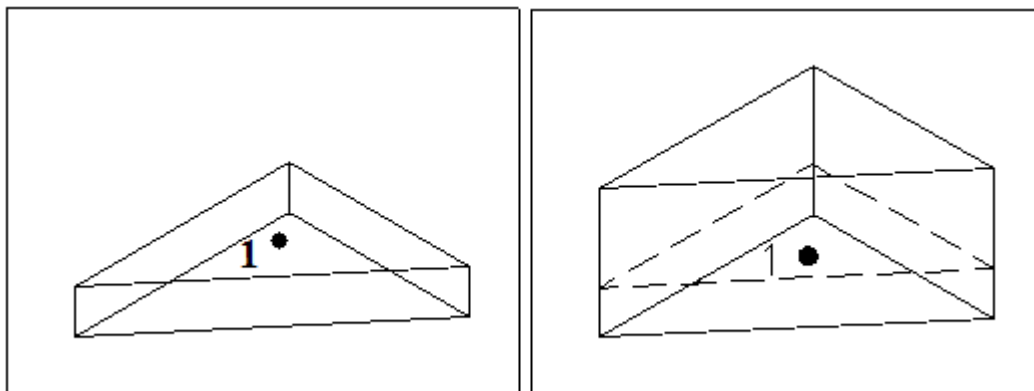

Рисунок 37 - К заданию 3.2.14
3.2.14 Создать трехмерный объект и сместить верхнюю грань на расстояние 100 (рисунок 37).